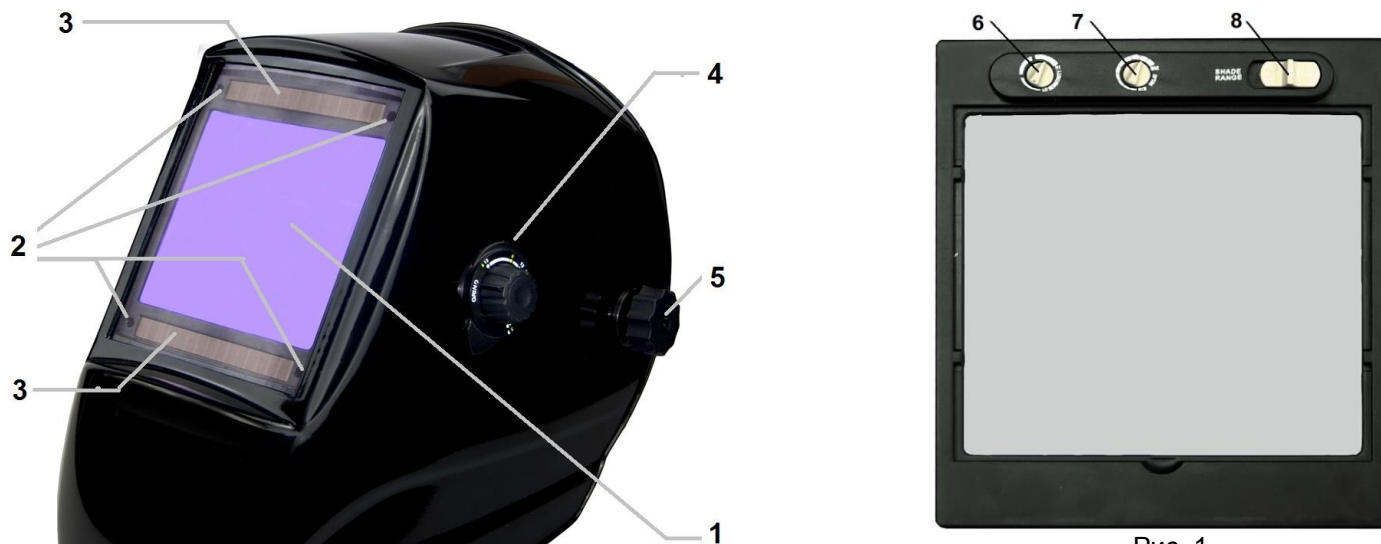

Рис. 1
- 4.3 Выбор уровня затемнения. Иницируя дугу, светофильтр темнеет мгновенно. В соответствии с техническими требованиями, пользователь может установить уровень затемнения вращением регулятора 4 рис. 1,
4.5 Установка уровня чувствительности (только для моделей PRIMA, ALPHA, BETA). Вращая рукоятку выбора уровня чувствительности 6 (рис. 1) на внутренней стороне светофильтра, можно изменить чувствительность к изменениям внешнего освещения. Переключение на MIN: fotocувствительность датчиков уменьшается. Эта установка идеально подходит для сварки на больших токах и в условиях яркого освещения (искусственного или солнечного света). Переключение на MAX: подходит для сварки на малых токах и/или при условии скудного освещения. Подходит для аргонно-дуговой сварки. Если маска используется в нормальных условиях, установите чувствительность примерно посередине.
4.6. Для маски PRIMA доступна функция выбора диапазона регулирования уровня затемнения. Для выбора диапазона DIN 5-9 переведите переключатель 8 рис.1 влево, для выбора диапазона DIN 9-13 – переведите переключатель вправо. Регулировку уровня затемнения производите регулятором 4, на котором нанесено 2 шкалы. Диапазон DIN 5-9 (более светлый светофильтр) используйте для сварки на малых токах, особенно при аргонно-дуговой сварке.